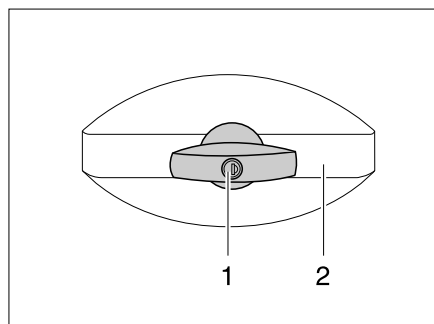

Bild 31 Klappenschloss, ellipsenförmig, verschlossen
- Schlüssel in Schließzylinder (Bild 31,1) stecken und eine viertel Umdrehung entgegen dem Uhrzeigersinn drehen. Schlossgriff (Bild 31,2) schnappt heraus.